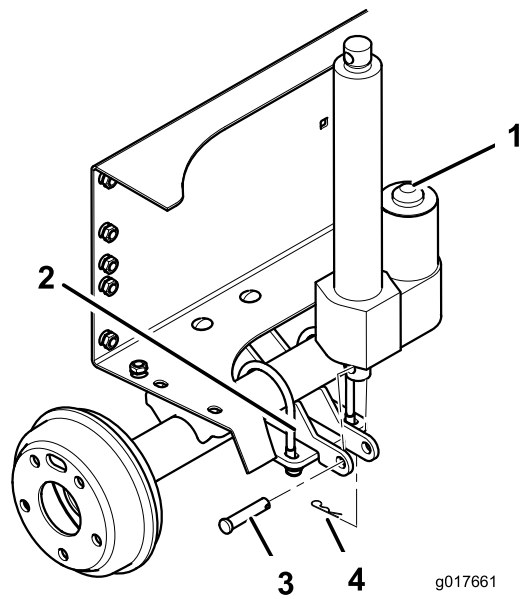

Figure 11
- Montez le bas de l'actionneur de relevage au support de vérin de relevage à l'aide d'un axe de chape et d'une goupille fendue. Positionnez les composants comme montré à la Figure 11.